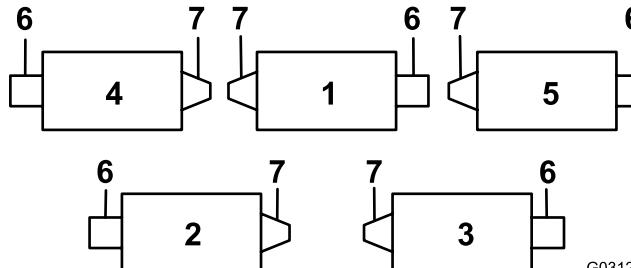
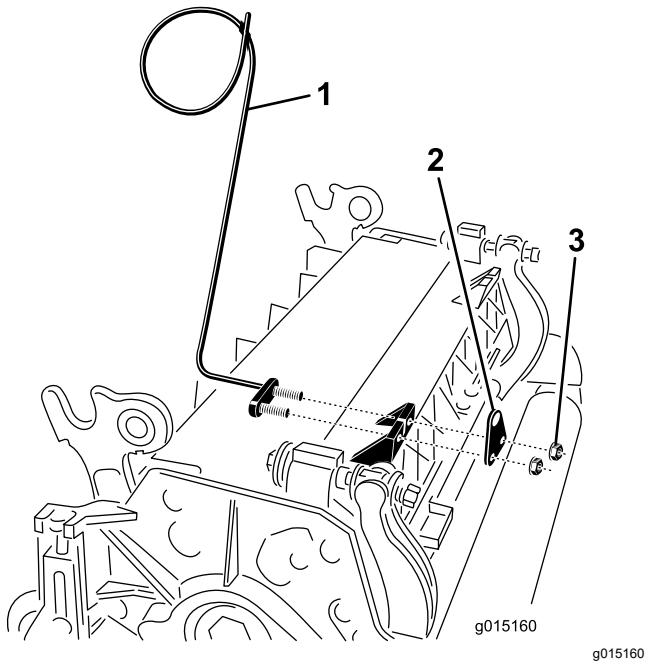
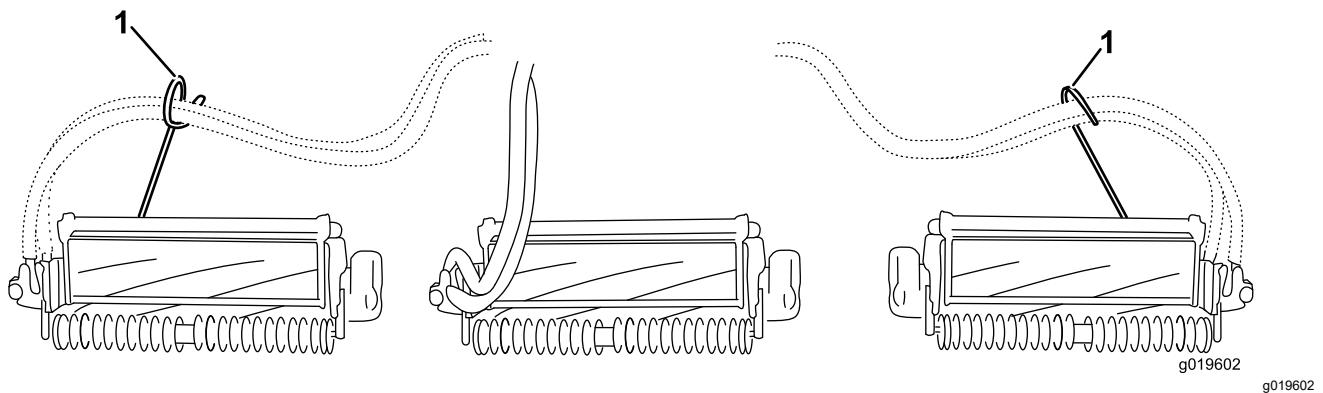

Bild 6
Bild 7
Bild 8
7. Montieren Sie an den Schneideeinheiten Nr. 4 (vorne links) und Nr. 5 (vorne rechts) die Schlauchführungen mit den Befestigungsmuttern der Stangenhalterung vorne an den Mähwerksnasen. Die Schlauchführungen sollten sich zur mittleren Schneideinheit neigen (Bild 6, Bild 7, Bild 8).